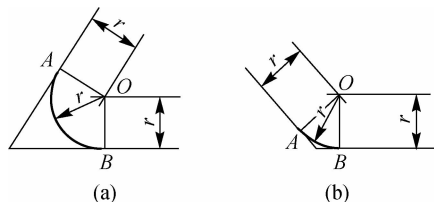

图 1-19 圆弧与两相交直线相切划法
(1) 圆弧与两相交直线相切划法。如图 1-19 所示,先划出两已知相交直线,再以相切圆半径  $r$  为距离作两条平行于已知相交直线的线条,其交点  $O$  就是相切圆弧的圆心,  $O$  点与已知相交直线的垂足  $A$ 、 $B$  即为连接切点。